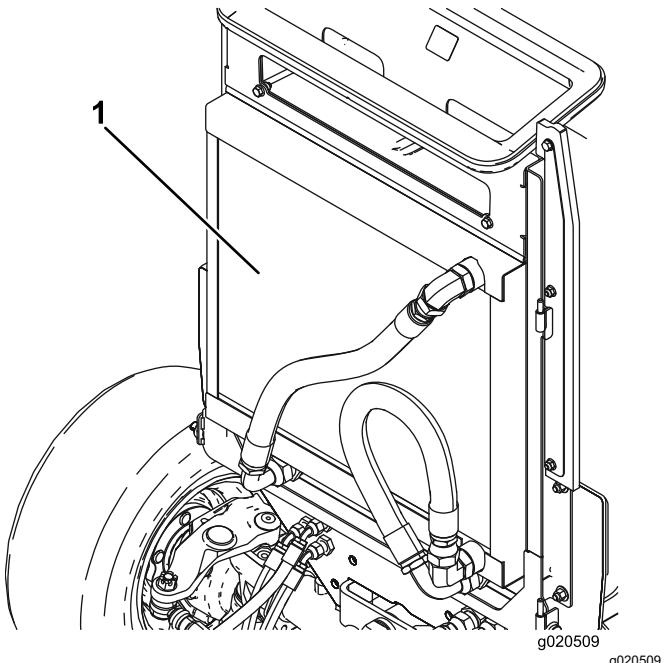

Bild 76
4. Reinigen Sie beide Seiten des Ölkühler- und des Kühlerbereichs (Bild 76) gründlich mit Druckluft. Blasen Sie Rückstände von vorne nach hinten heraus. Reinigen Sie dann von hinten und blasen Sie nach vorne. Wiederholen Sie diesen Vorgang mehrmals, bis alle Rückstände entfernt sind.